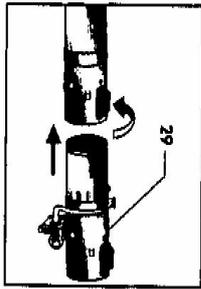

Abb. 21
- das Aufnahmeteil des Verlängerungsrohrs in das Steckteil des Zerstäubers stecken und die rote Blockierungstaste drücken (Abb. 21);